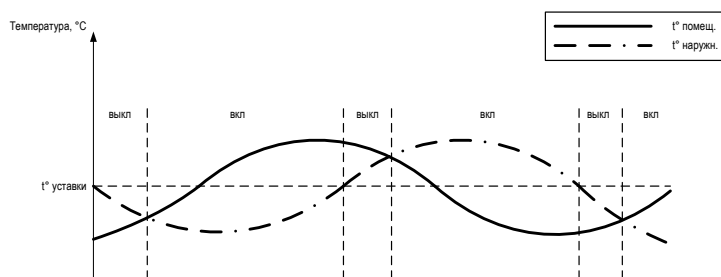

Рисунок 21 – Работа рекуператора в зависимости от соотношения температур наружного воздуха и воздуха в помещении
- Температура наружного воздуха выше уставки, и температура в помещении выше температуры наружного воздуха ИЛИ температура наружного воздуха ниже уставки, и температура в помещении ниже температуры наружного воздуха (см Рисунок 21);
- Температура наружного воздуха ниже уставки, и температура в помещении выше температуры наружного воздуха ИЛИ температура наружного воздуха выше уставки, и температура в помещении ниже температуры наружного воздуха (см. Рисунок 21);
- Температура наружного воздуха выше уставки, и температура в помещении выше температуры наружного воздуха ИЛИ температура наружного воздуха ниже уставки, и температура в помещении ниже температуры наружного воздуха (см. Рисунок 21);